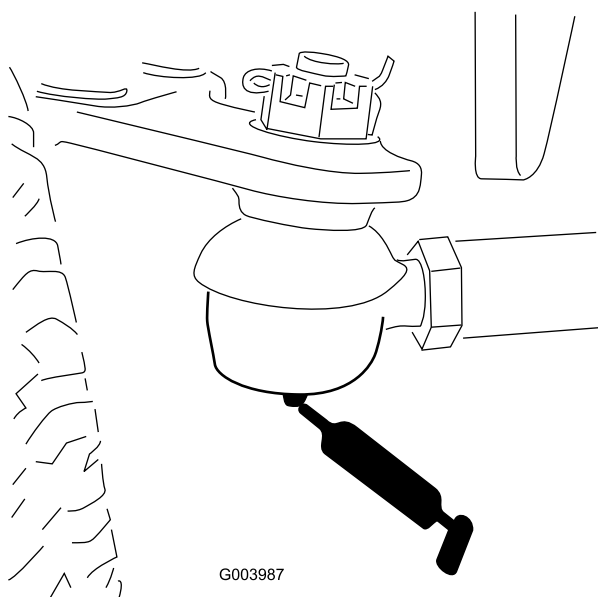

Figura 51
- Tirante del eje trasero (2) (Figura 51)